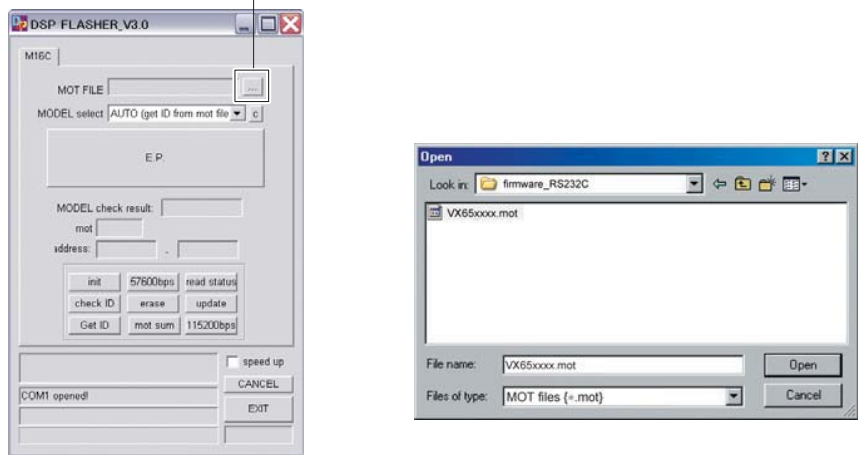

Fig. 2
The screen appears as shown below. (Fig. 2)
2. Click [...] and select the firmware name. (Fig. 2)
下記の画面が表示されます。(Fig. 2)
2. [...] をクリックし、書き込むファームウェアを選択します。(Fig. 2)